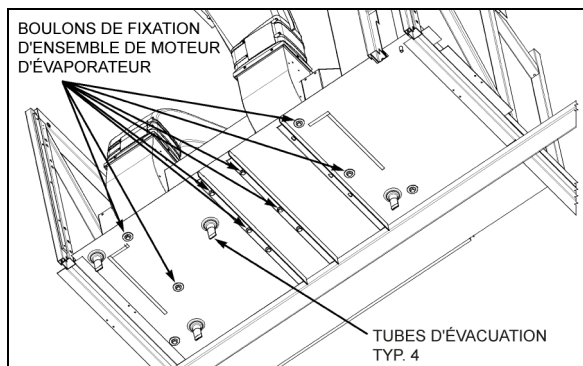

FIGURE 41: BOULONS DU MOTEUR DE L'ÉVAPORATEUR
9. Depuis le dessous du véhicule, dévisser les huit boulons qui fixent la base du double ventilateur soufflant. Enlever la totalité du double ventilateur du compartiment de l'évaporateur (Figure 41).